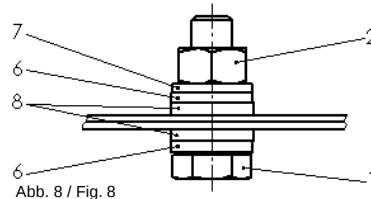

Abb. 8 / Fig. 8
- Die Erdungsleitung (grün/gelb) der Gehäusewand, wenn sie gelöst wurde, gemäß Abb. 8 wieder anschließen.
- Reconnect the earth conductor (green/yellow) of the housing wall (if it was disconnected) as per Fig. 8.
- Gehäuseinterne Erdungsleitung zum M6-Bolzen des Gehäusedeckels führen und gemäß Abb. 8 verschrauben.
- Route the internal grounding cable of the housing to the M6 screw of the housing lid and fasten with screw as per Fig. 8.